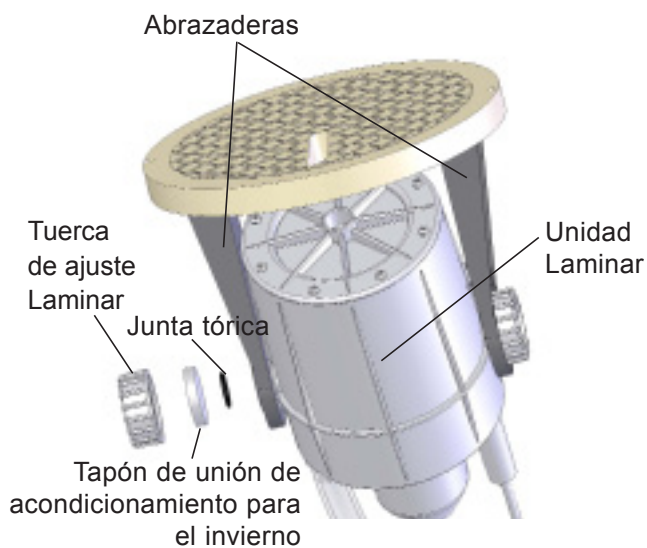

Figura 3
1. Abra con cuidado las abrazaderas y deslice la unidad Laminar en los orificios de éstas (Figura 3), asegurándose de que el orificio del Laminar coincida con la ranura que hay en la cubierta de la carcasa de protección (Figura 4).